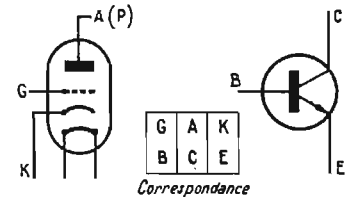

Fig. 7
4. Comportement aux régimes transitoires (voir oscillogramme Fig. 7). Reproduction d'un signal rectangulaire à 1 000 Hz (microphone de mesure Neumann MM3).
La cathode correspond à l'émetteur, la plaque correspond au collecteur et la grille correspond à la base comme le montre la figure 7.